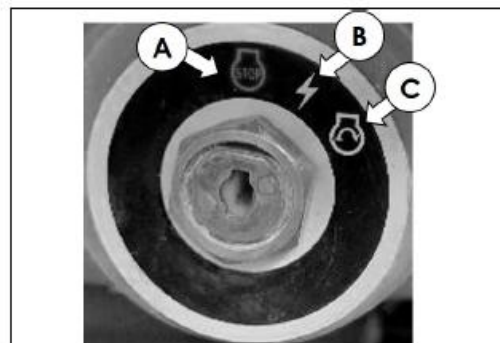

Fig. 87 - CONTACTEUR D'ALLUMAGE À CLÉ
4. Contacteur d'allumage à clé (fig. 87)
La fig. 87 représente les différentes positions disponibles sur le contacteur d'allumage à clé :